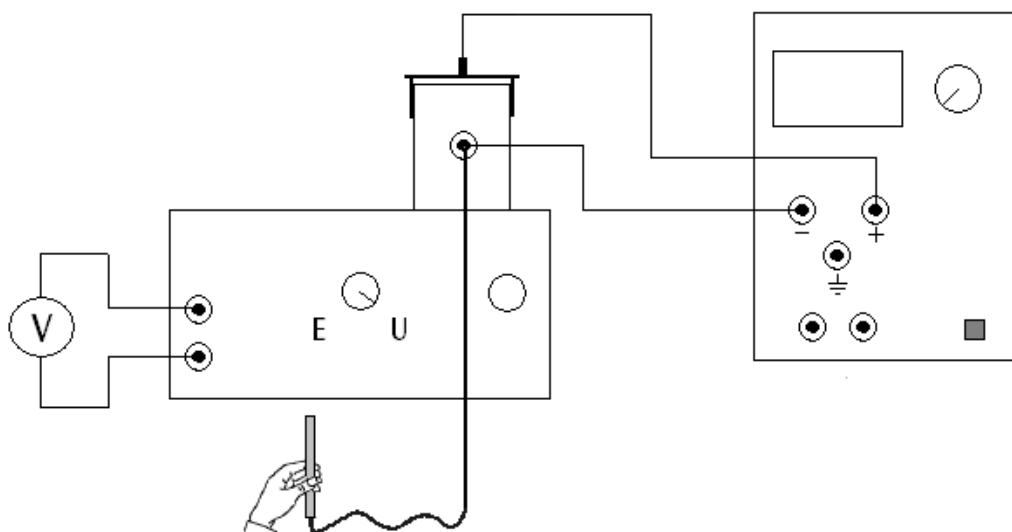

Fig. 3 Mesure de tension avec l'électromètre d'influence
- Montez l'expérience comme le montre la fig. 3.